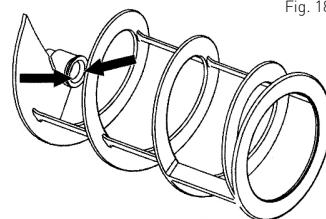

Fig. 18
- Smeer het binnenoppervlak van de afdichtingskap van de vijzel (A) zoals getoond in Fig. 18 met het smeermiddel (meegeleverd).